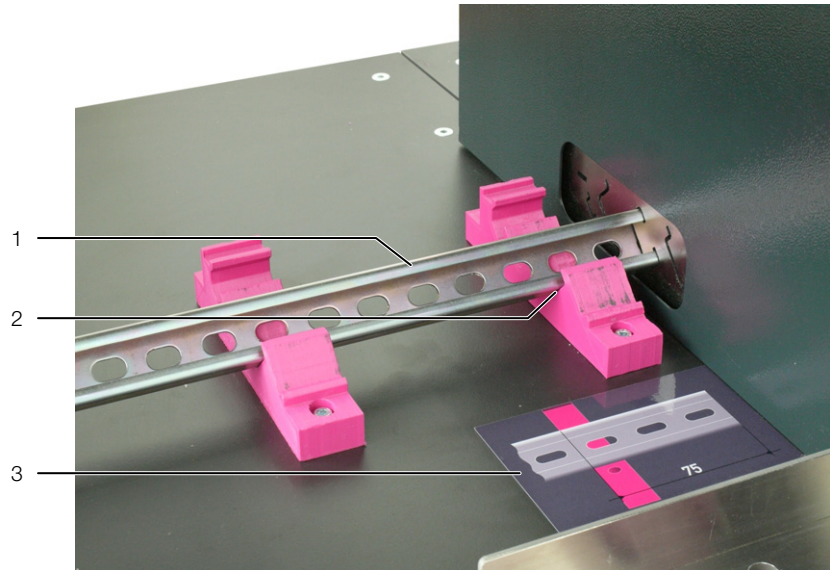

Abb. 14: Anlegen der Tragschiene an der Auflage
- Legen Sie die Tragschiene so am Aufkleber an, dass dieser genau auf eine mögliche Trennstelle, passend zum Lochmuster, zeigt (in der Regel mittig zwischen zwei Langlöchern, Abb. 14).